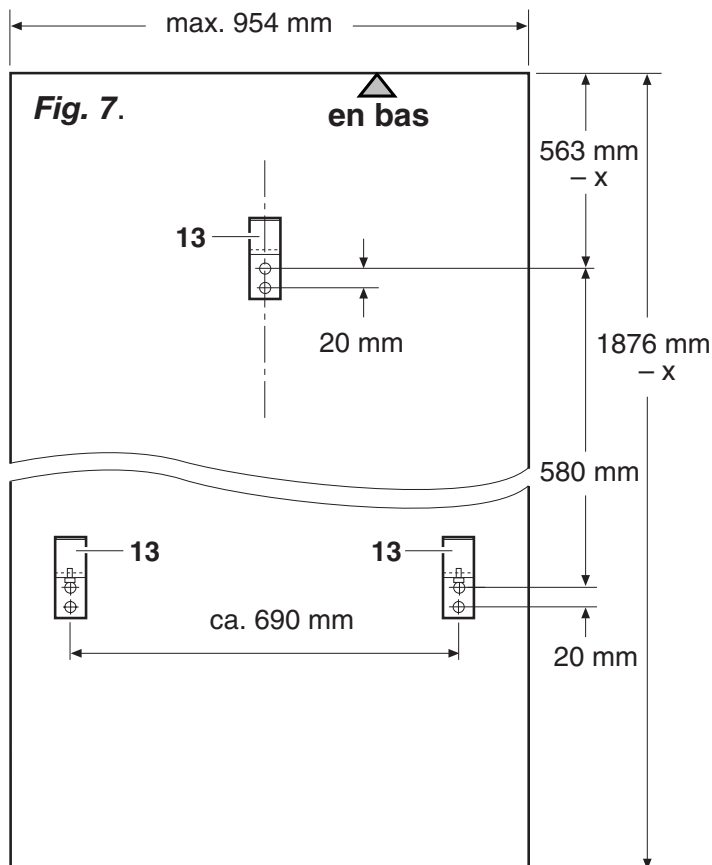

Fig. 7.
- Tracer les trous de perçage au côté intérieur de la plaque avant et les percer, **fig. 7**.